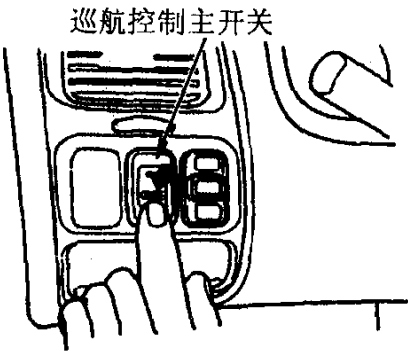
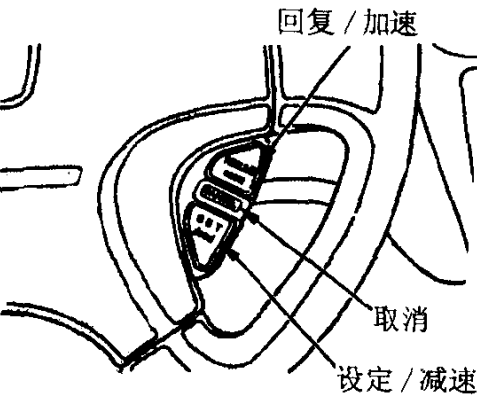

图 1-3 巡航控制主开关
图 1-4 设定/减速按钮
(1) 定速巡航控制装置使用
① 按压位于转向立柱旁边的仪表板上的控制主开关（图 1-3），开关上的指示灯随之点亮。
② 将车速提高到所希望的 40km/h 以上。
③ 按压方向盘上的设定/减速（SET/DECEL）按钮（图 1-4），位于仪表板上的巡航控制指示灯即点亮，以表明该装置已经起动。上、下坡行驶时，控制装置不能维持设定的速度。下坡车速加快时，才可用制动降低到希望的车速，这时取消巡航控制功能。若要继续利用设定的速度，按回复/加速（RESUME/ACCEL）按钮，仪表板上的控制指示灯随之点亮。在